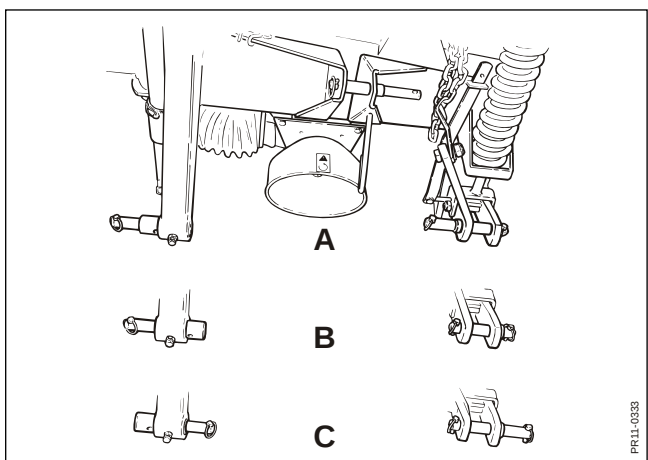

Fig. 2-5
- Fig. 2-5** Man kan välja mellan 3 inställningar (**A**, **B** och **C**) för bärtapparna på bärramen, motsvarande följande spårvidder:
Inställning av bärtapparna sker genom att lossa och ställa in den fasta bärtappen, samt tillpassa den lösa bärtappen enligt fig. 2-5.